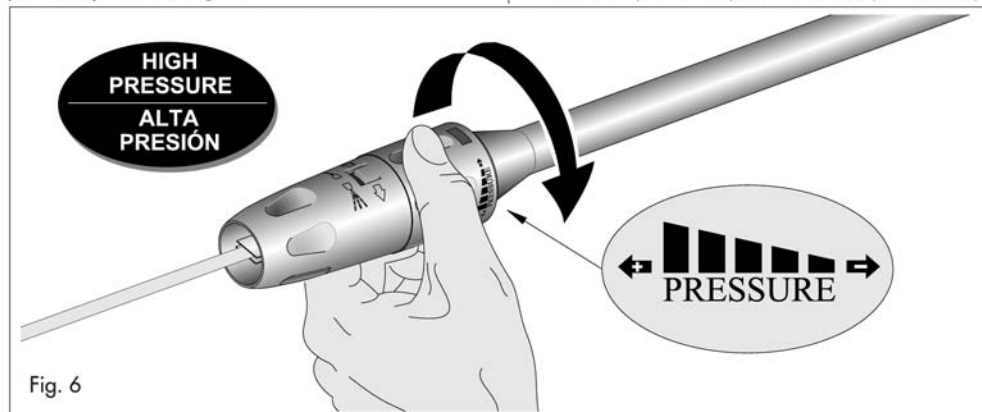

Fig. 6
The high pressure nozzle position is intended for cleaning. When high pressure is required, completely turn main collar clockwise. (Fig. 6)
**NOTE:** Make sure the collar is rotated to the clockwise position to lock the nozzle in the high pressure position. (Fig. 6)
La posición de la boquilla de alta presión es ideal para la limpieza. Cuando se requiere presión alta, girar completamente la abrazaderas principal en el sentido de las agujas del reloj. (Fig.6)
**NOTA:** Asegurarse de que se haya hecho girar la abrazadera en el sentido de las agujas del reloj para cerrar la boquilla en la posición de alta presión. (Fig.6)